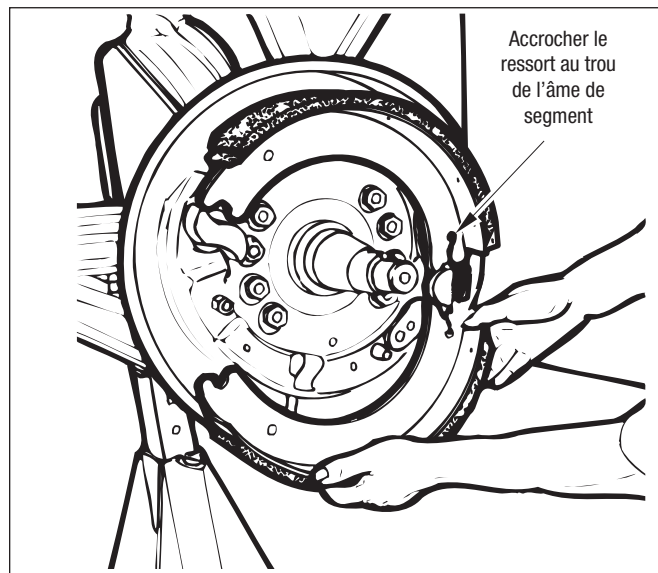

Figure 59 – Pose du ressort-arrêt-neuf de segment
4. Accrocher un ressort-arrêt-neuf de segment au trou de l'âme supérieure, de sorte que les spires reposent sur l'axe de segment. Cf. Figure 59.